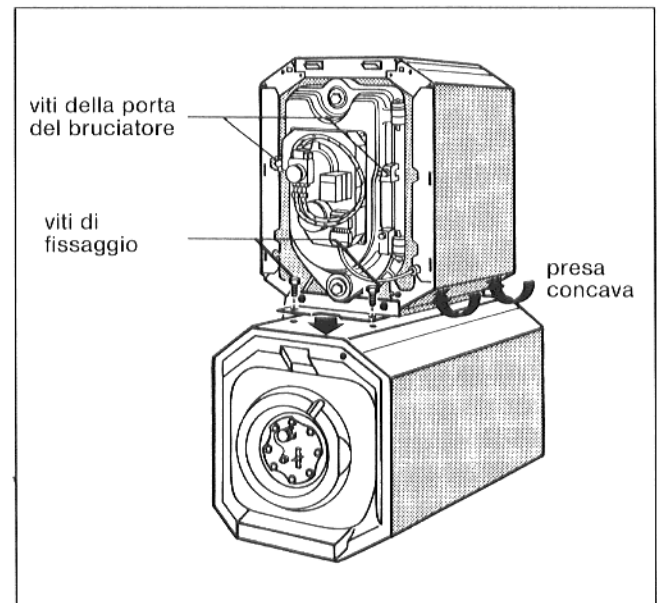

Fig. 4
- Aprire la porta del bruciatore svitando le due viti (Fig. 4).
- Prendere la caldaia alle prese concave nel mantello della caldaia e metterla sull'accumulatore-produttore di acqua calda sanitaria. Le perforazioni nel gomito di fissaggio devono corrispondere alle perforazioni di fissaggio nell'accumulatore-produttore di acqua calda sanitaria (Fig. 4).
- Avvitare il gomito di fissaggio con l'accumulatore-produttore di acqua calda sanitaria (Fig. 4; M 10 x 30).
- Agganciare la porta del bruciatore e chiudere con le due viti (Fig. 4).